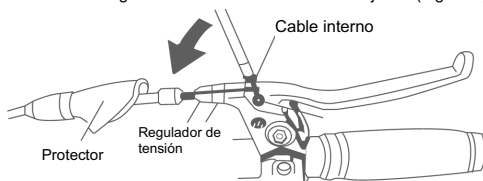

Figura 7
- 1-2 La bicicleta debe detenerse completamente cuando se tira de la maneta hasta la mitad de su recorrido hacia el manillar. Si la bicicleta se detiene solamente cuando la maneta se encuentra muy cerca del manillar, significa que la separación entre las zapatas y la llanta es demasiado grande. Es necesario realizar un ajuste. (Figura 7)